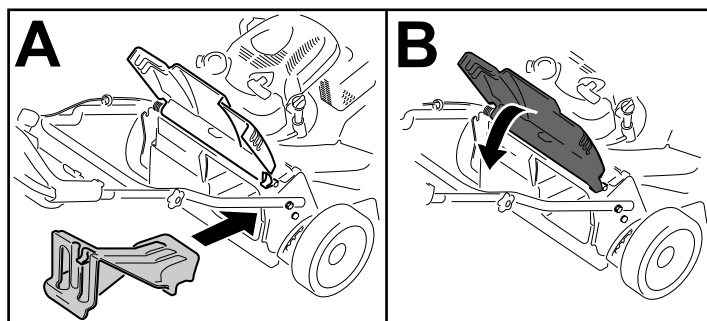

Figure 23
**Important:** Assurez-vous que l'obturateur d'éjection arrière est en place avant de procéder au recyclage (Figure 23).